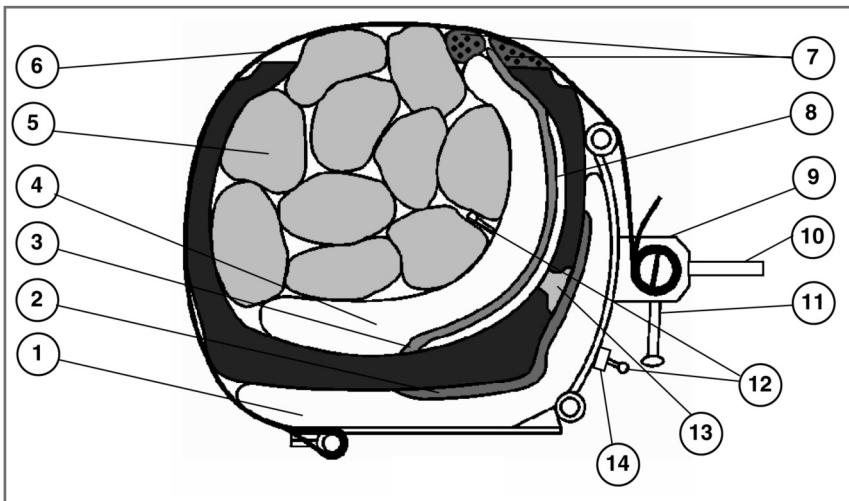

рис. 2
**Внимание! Запрещается подавать давление в пневмоподушки, не установленные согласно Схемы вулканизации (рис. 2 стр. 7)**
6.8 Установить наружную пневмоподушку согласно Рис.2.
**Если край пластиря расположен близко к борту шины, то необходимо обеспечить выступание внутреннего гибкого нагревателя не менее чем на 40 мм от края пластиря по всей длине прилегания пластиря к борту. При этом, во избежание выхода из строя внутреннего нагревателя, необходимо обязательно установить бортовой вкладыш или уложить необходимое количество протекторных подушек (см. поз.7 Рис. 2).**
6.16 Внутри шины на пневмоподушку уложить необходимое количество вкладышей (см. поз.5 Рис.2), при этом следить за тем, чтобы ниппель и быстроразъемное соединение находились между вкладышами (см. Рис.2).
6.18 Перемещая рукоятки вверх, натянуть с небольшим усилием стяжные ремни, выполнив 1...1,5 оборота фиксаторов. При этом необходимо удерживать фиксаторы рычагом (поз.10 Рис.2).